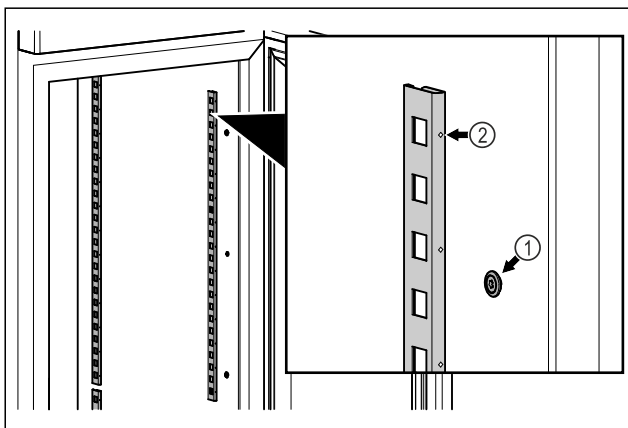

Fig. 58 Példaként szolgáló ábrázolás
- ▶ Akassza be a rögzítőléceket a felfüggesztésbe Fig. 58 (1). A jelölésnek Fig. 58 (2) előrefelé kell néznie.